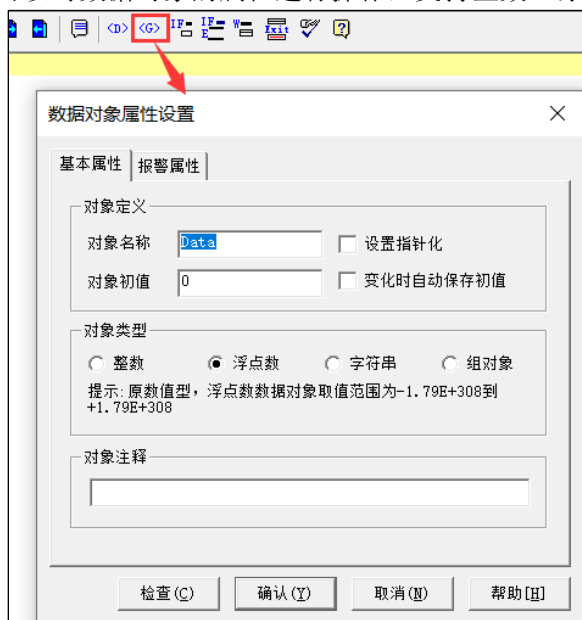

图 10.1-4 在脚本程序编辑窗口中声明数据对象
- 数据对象：相当于全局变量，在所有的程序段共用。它可以在实时数据库中定义，也可以通过脚本框上方的【声明数据对象】<G> 图标按钮定义，如图 10.1-4 所示。脚本编辑中可以用数据对象的名称来读写数据对象的值，也可以对数据对象的属性进行操作，支持整数、浮点数、字符串三种数据对象。